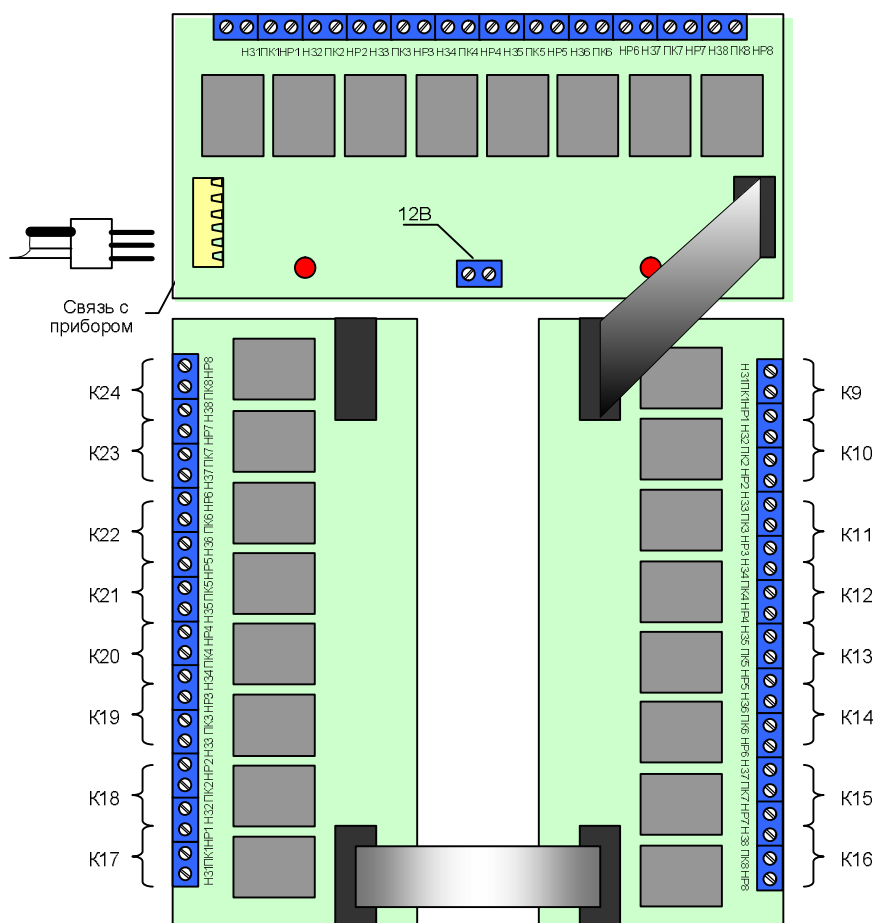

Рис.2
9.8. При электромонтаже внешних устройств используйте рис.2, где приведено расположение клемм «К1» ... «К24», и данные табл.1, где приведены состояния реле в зависимости от режима работы прибора.